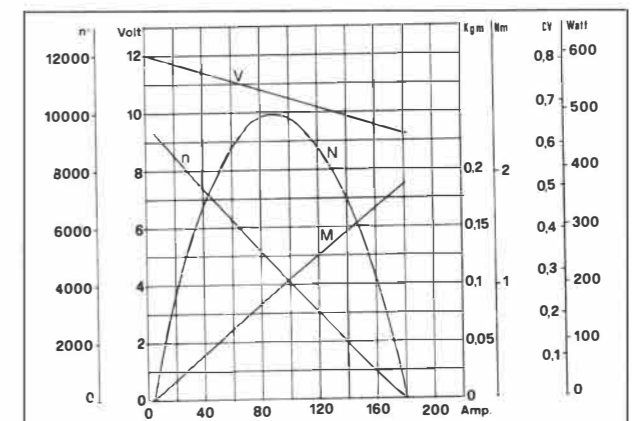

Fig. 55
La Fig. 55 montre les courbes de puissance (P), le couple transmissible (M), le nombre de tours (n/1') et la tension aux bornes du démarreur, en fonction du courant absorbé (Amp.) et de la capacité batterie pour une température extérieure de 20°C. Pour les réparations s'adresser à un Atelier électrique.
Fig. 55 shows rating curves (P), starting torque (M), R.P.M. and voltage (V) at starter motor terminals in relation to current absorbed (Amp) and battery capacity at 20°C ambient temperature.
Die Abbildung 55 zeigt die Werte der Leistung (P), den Anwerfdrehmoment (M), die Drehzahl (n/1') und die Spannung zwischen den Anschlussklemmen des Anlassmotors als Funktion der Stromabnahme (Amp) bei einer äusseren Temperatur von 20°C. Bei Reparaturen oder Überholungen wende man sich an Elektrofachwerkstätten.